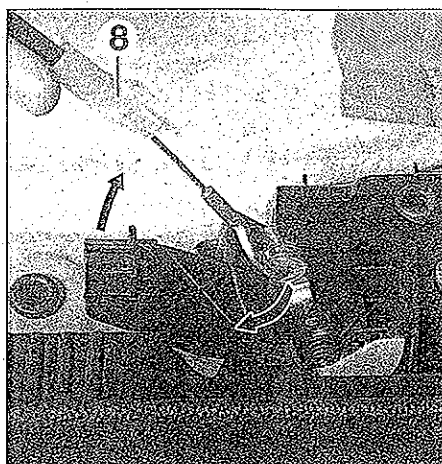

FIG. 50
- Desenganchar el cable de mando de apertura (8) (fig. 50).